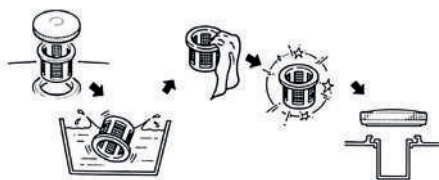

РИС. 13
1. Ежедневная проверка (перед заправкой): Визуально проверяйте состояние сетчатого фильтра в горловине (2). При наличии загрязнений извлеките и очистите его (Рис. 13). Повреждённый фильтр подлежит замене.